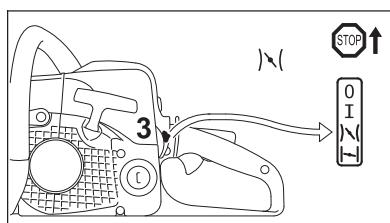

Рис. 49
- Комбинированный рычаг (рис. 49, поз. 3) установить в положение газа запуска )↘( и продолжить запуск.